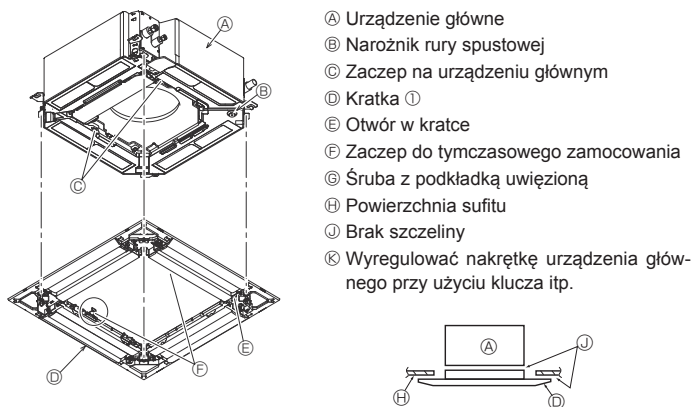

Fig. 9-6
9.4.2. Tymczasowe zamocowanie kratki (Fig. 9-6)
- Zamocować kratkę na urządzeniu głównym, dokręcając wstępnie wkręcone śruby. (Fig. 9-6).
Upewnić się, że nie ma szczeliny pomiędzy urządzeniem głównym i kratką oraz pomiędzy kratką i powierzchnią sufitu. (Fig. 9-6).